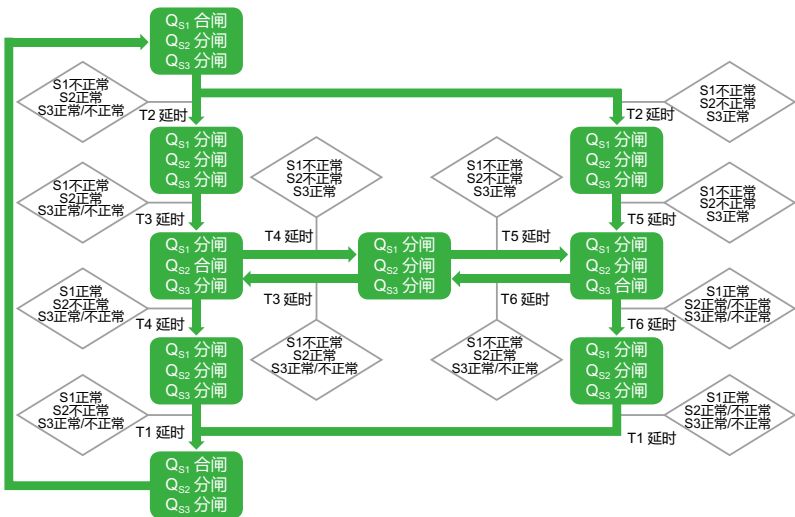

图 14-TB 控制器不自复流程
不自复 (SR)-S1 和 S2 的电源投入优先等级一致，S3 电源等级比 S1/S2 电源等级低（详见图 14-TB 控制器不自复流程）。